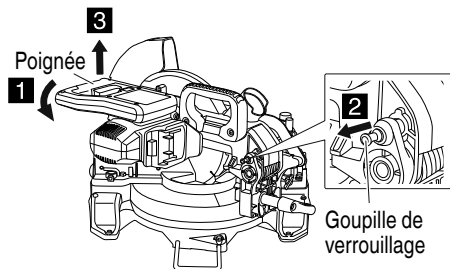

Fig. 6
4. Déblocage de la goupille de verrouillage. (Fig. 6)